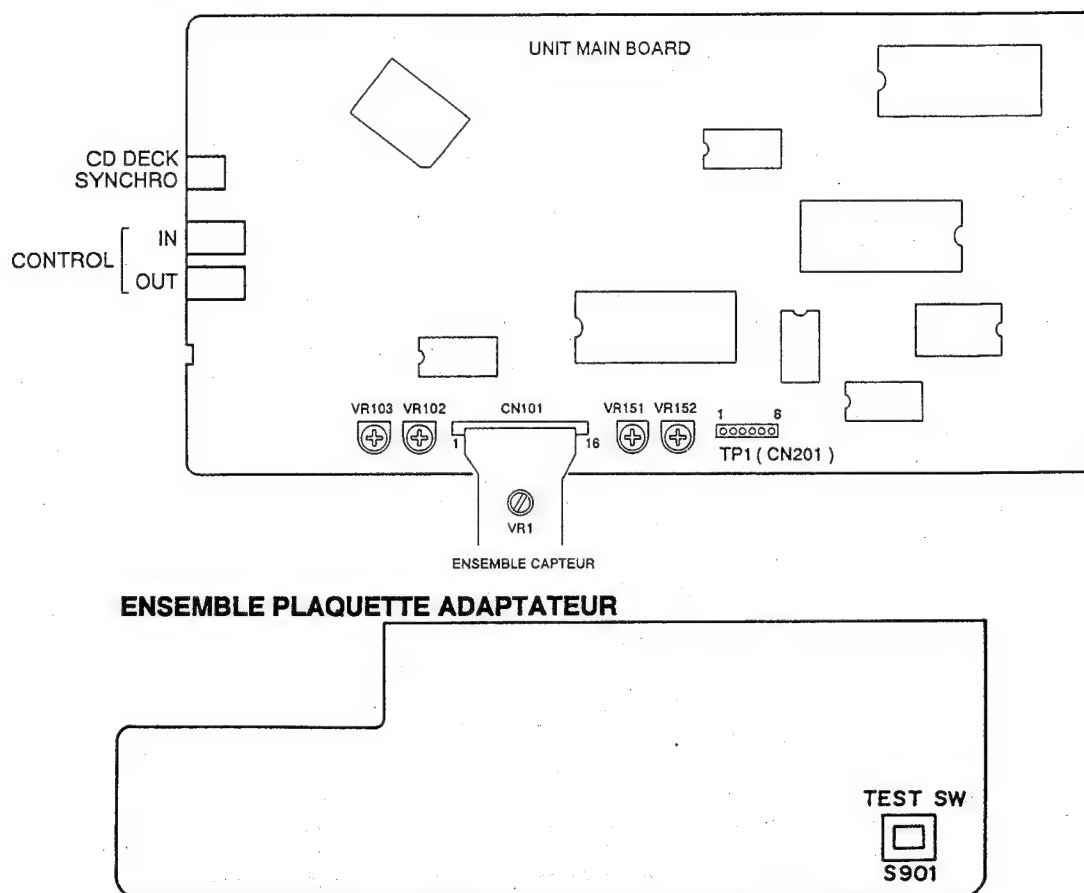

Figure 1 Emplacement des Réglages
2. Appuyer sur la touche TEST (S901). (Voir Figure 1.)